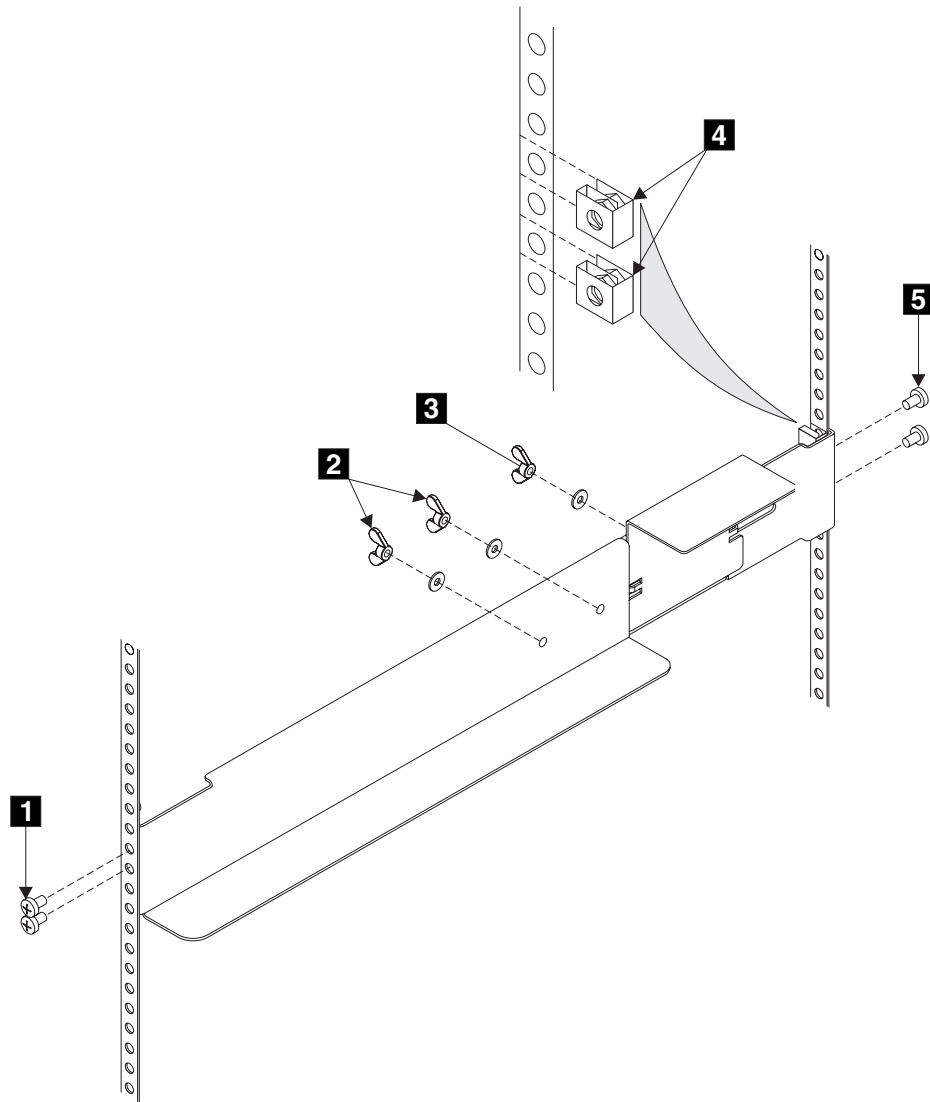

図 83. 2145 UPS 用サポート・レールのラックへの取り付け
1. ナット・クリップ **4** をラックに取り付けます (図 83 を参照)。これらのナット・クリップは、サポート・レール・フランジの 2 番目と 4 番目の穴に位置が合っている必要があります。